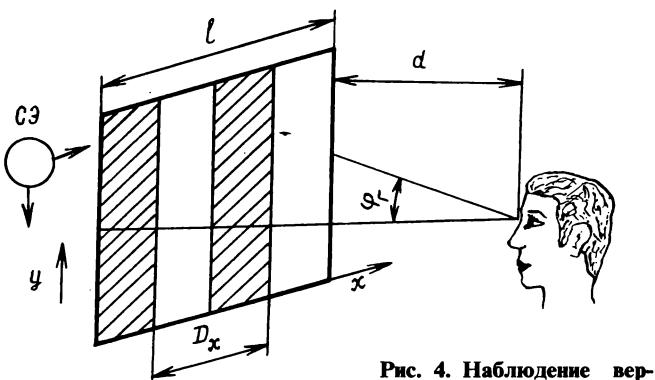

Рис. 4. Наблюдение вертикальных полос
На рис. 4 приведен угол охвата  $\phi_r$ , под которым наблюдатель видит ширину изображения  $l$ . Здесь  $\tan(\phi_r/2) = l/2d$ ,  $\tan(\phi_r/2) \cong \phi_r/2$  (в рад), т. е.  $\phi_r/2 \cong l/2d$ , откуда  $\phi_r = l/d$  (в рад) или
Определим временную частоту  $f_{x_{\text{вр}}}$  видеосигнала, соответствующего изображению, представленному на рис. 4. Для этого подставим  $n_x$  из (10) в (16) с учетом того, что  $l = Kh$ . Тогда  $f^x$  в пл/град:
*В. Пространственная частота изображения по горизонтали (по оси x).* Обозначается  $F^x$ , выражается числом пл на  $l$ , т. е. числом пар линий, размещающихся на ширине изображения  $l$ . Из рис. 4 имеем в кадре